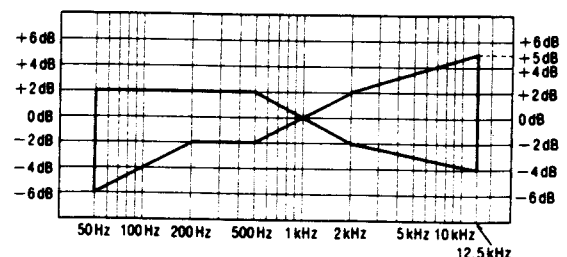

Fig. 9
6. Después de eso, incrementar la señal grabada en la cinta virgen CrO₂ (QZZCRX) y la cinta virgen metálica (QZZCRZ) hasta 12,5 kHz y ajustar de la misma manera como mencionado arriba y comprobar que el nivel de frecuencia esté dentro de la gama mostrada en la Fig. 9.